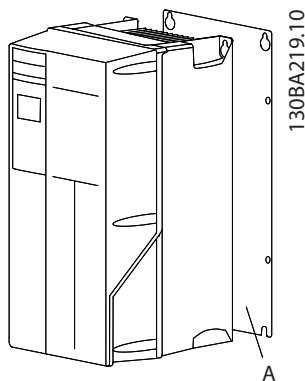
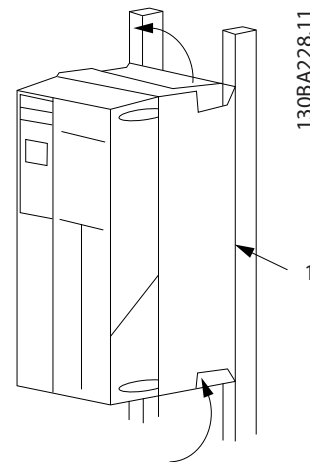

Bild 2.2 Korrekt montering med bakre plåt
Bild 2.3 Korrekt montering med skenor
- Montera enheten på en jämn yta eller med den bakre plåten (tillval) så att den kan kylas ordentligt (se *Bild 2.2* och *Bild 2.3*).
Objekt A i *Bild 2.2* och *Bild 2.3* är en bakre plåt som monterats för att enheten ska kunna kylas ordentligt.